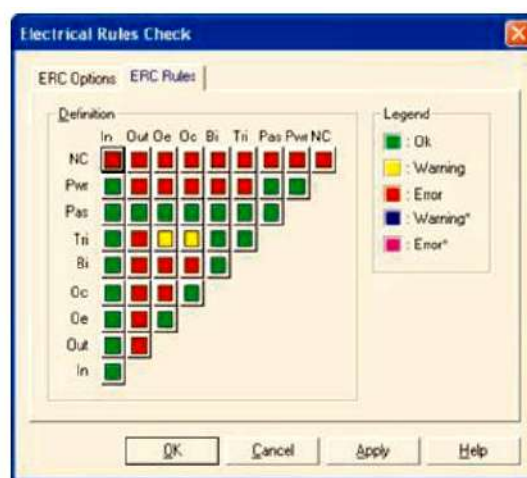

Рисунок 24. Правила перевірки
3. Встановіть параметри перевірки на закладці **Правила перевірки (ERC Rules)** (рисунок 24).